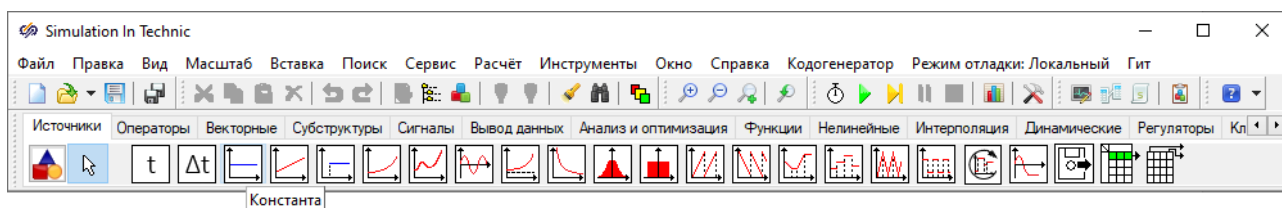

Рисунок 3.4.7. Источники математического сигнала.
- 1) Из вкладки «**Источники**» (имеется в виду источники математического сигнала общетехнической библиотеки «**Автоматика**») выберите блок «**Константа**» (Рисунок 3.4.7).